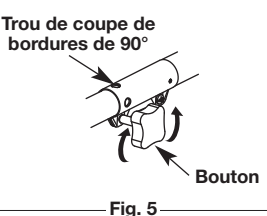

Fig. 5
1. Dévissez le bouton vers la gauche (Fig. 5).
3. Serrez le bouton en le tournant à droite (Fig. 5).
Pour couper les bordures à l'aide de la tête d'accessoire de coupe sur les modèle Rapid-Link™, verrouillez le bouton de déclenchement de l'accessoire de coupe dans le trou de 90° (Fig. 5).